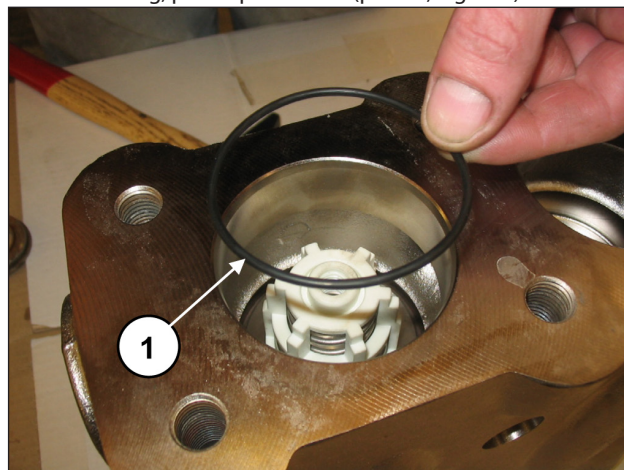

Fig. 127
Inserire l'O-ring, pos. esploso n. 17 (pos. ①, Fig. 127).